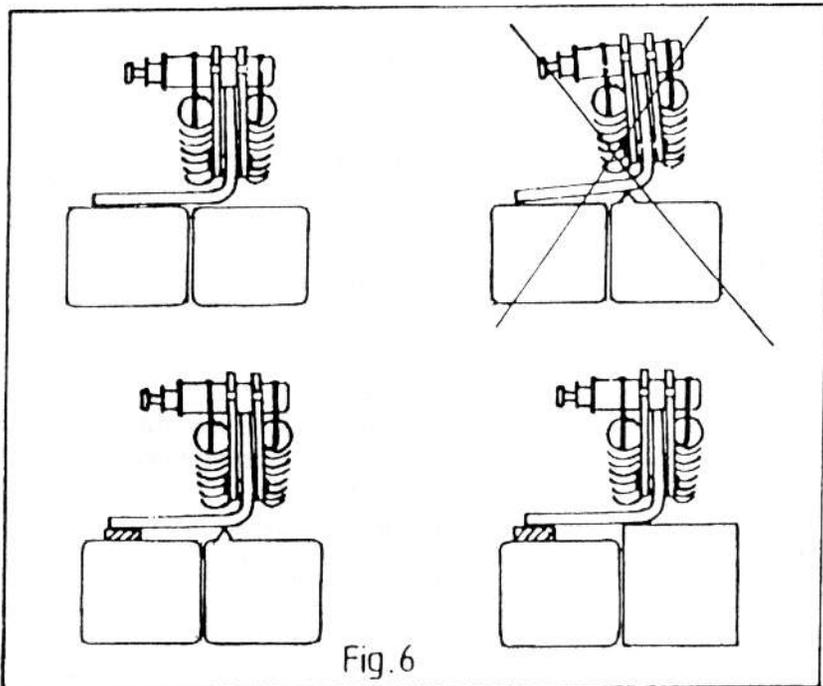

Fig. 6
6. Den Öffner aufwärts schieben, bis das Fenster völlig geschlossen ist, und hier festspannen. Prüfen Sie, dass der Öffner am Rahmen des Lamellenfensters (15) rechtwinklig sitzt. Verkeilen Sie, wenn nötig, Siehe Abb. 6.